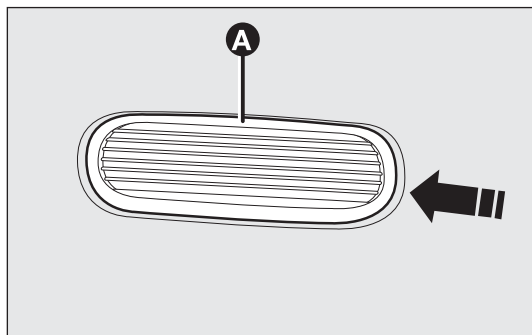

fig. 147
- spingere il trasparente A-fig. 147 nel senso di marcia della vettura ed estrarlo (è fissato a pressione);